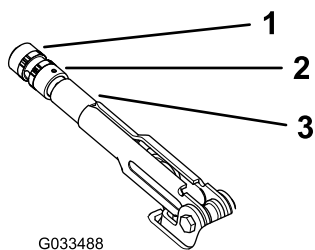

Figura 57
2. Slăbii urubul care fixează butonul pe maneta frânei de parcare (Figura 57).
3. Rotii butonul (Figura 57) până când maneta va putea fi acionată cu o forță de 20 – 22 kgf.
4. După finalizare, strângeți urubul de fixare (Figura 57).